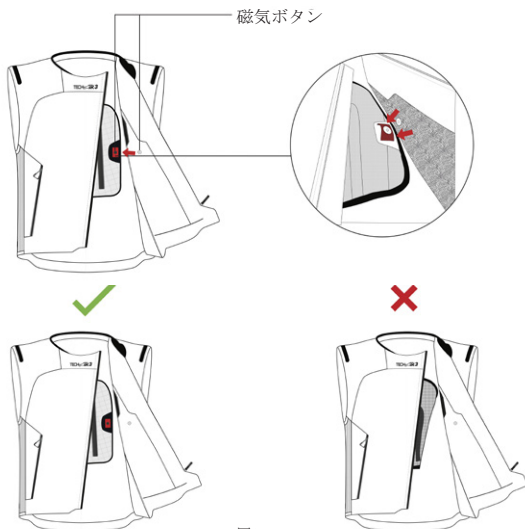

図9
1. システムを装着し、胸部に位置するエアバッグを、ベストのマグネットボタンで固定します（図9）。